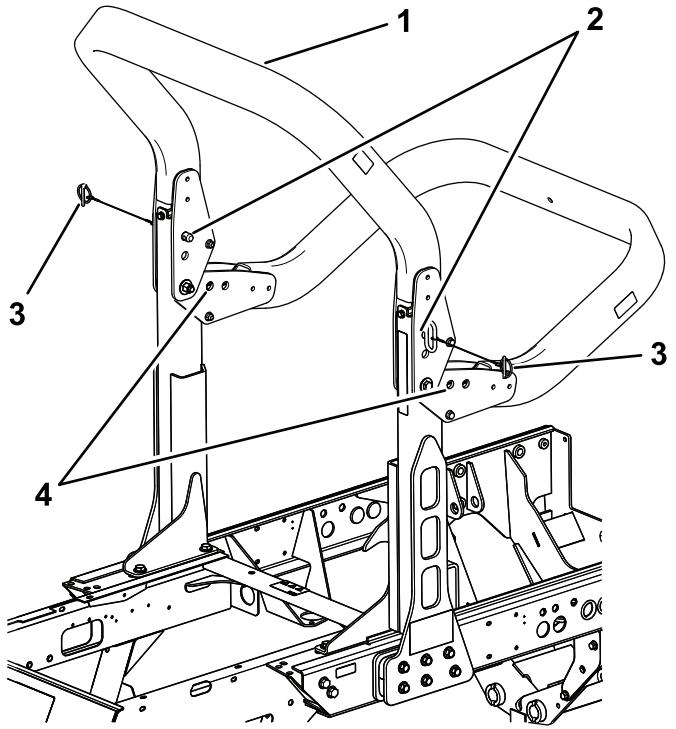

Figura 42
2. Apoye el peso de la estructura superior mientras retira los pasadores de seguridad y los pasadores de los soportes de giro (Figura 42).